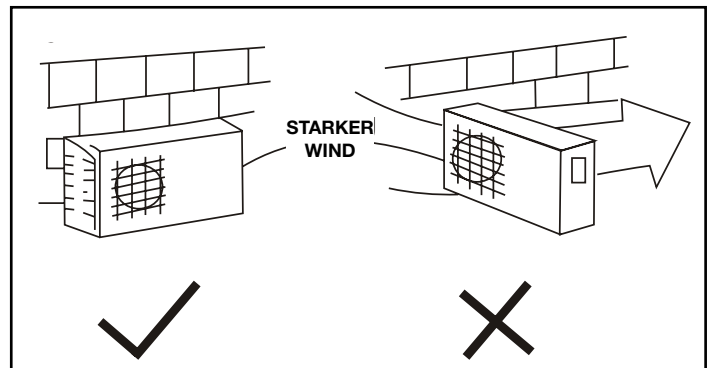

Abb.9
3. Sollte das Gerät starkem Wind ausgesetzt sein (z. B. am Meer), müssen Sie sich vergewissern, dass das Lüfterrad korrekt drehen kann und die Einheit an einer Wand positionieren oder entsprechend abschirmen (Abb. 9). Vergewissern Sie sich auf jeden Fall, dass die Rotation des Lüfterrades nicht durch starken Wind behindert wird.